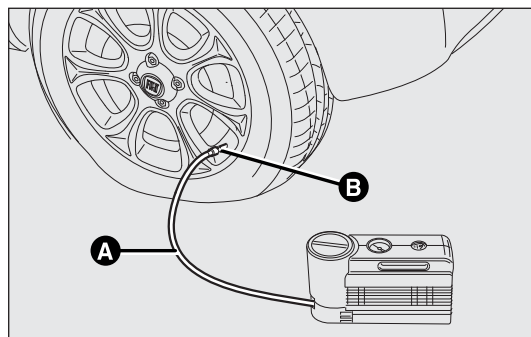

fig. 152
- ☐ Serrer le frein à main. Dévisser le capuchon de la soupape du pneu, extraire le tube transparent de remplissage A-fig. 152 et visser la bague B sur la soupape du pneu ;